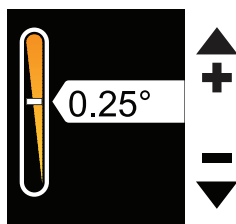

Fig. 8-17: Brugertilpasset opvarmningshastighed
2. Hvis du vælger Brugertilpasset, skal du trykke på knapperne Øg og Sænk for at indstille hastigheden (Fig. 8-17 på side 8-31).